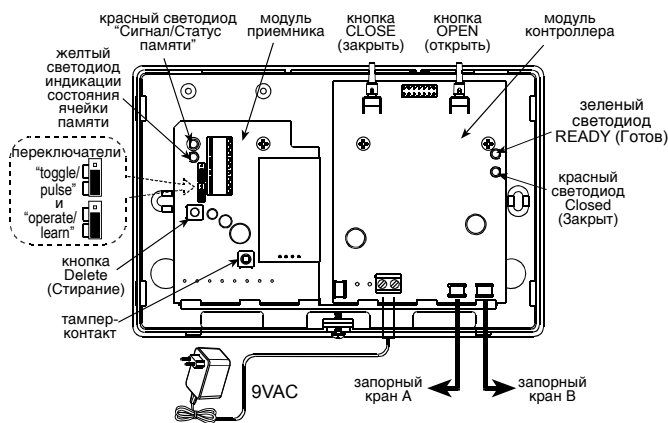

Рис. 3 - Электрический монтаж
- Установить переключатель "Работа/Регистрация" ("Operate/Learn") в положение "Learn", как показано на рис. 3. При этом желтый светодиод начнет мигать с постоянной частотой (см.рис.3).
В блоке памяти контроллера имеется десять ячеек, в которых запоминаются ID-коды датчиков, одна ячейка на один ID-код. Эти ячейки памяти могут выбираться в возрастающем порядке, по номерам, от 1 до 10. Выбор соответствующей ячейки производится путем нажатия тампер-контакта приемника (см.рис.3). Желтый светодиод (см.рис.3) показывает номер выбранной ячейки. Эта информация отображается с помощью соответствующих вспышек светодиода, как показано в следующей таблице.
- Для выбора желаемого номера ячейки памяти нажмите тампер-контакт (см. рис.3) нужное число раз (от одного до десяти), причем каждое нажатие увеличивает на один номер ячейки в соответствии с таблицей. При этом **красный** светодиод **Signal/Memory status** (Сигнал/Статус памяти) (см.рис.3) показывает статус выбранной ячейки памяти следующим образом:
индикация красного светодиода (см.рис.3)	смысл индикации
- Установите переключатель Operation/Learn в положение Learn. Внутренний желтый светодиод (см.рис.3) начнет мигать с постоянной частотой.
- Нажмите тампер-контакт (рис.3) необходимое число раз (до десяти), чтобы выбрать необходимый номер ячейки памяти (см.п.3.3). Статус выбранной ячейки памяти индицируется красным светодиодом следующим образом:
- Нажмите один раз кнопку Delete (см. рис.3). При этом будет красный светодиод индицирует следующее:
Соедините выходы сетевого адаптера (9В), входящего в состав системы, к контактам "PWR" (см. рис.3), не обращая внимание на полярность.
Соедините кабель крана с разъемом А (см. рис.3).
1. Нажмите кнопку Close (см.рис. 3).
1. Нажмите кнопку Open (рис.3).
- Нажмите кнопку открывания запорного крана **Open** (рис.3) и убедитесь, что подача воды восстановилась.